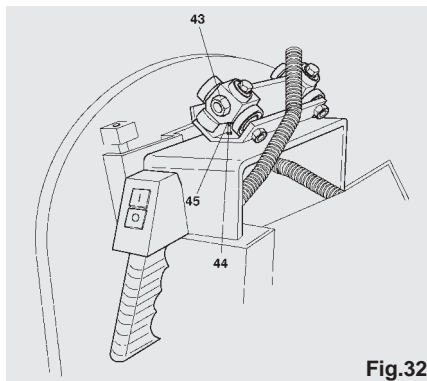

Fig.32
El juego del carro en el deslizamiento sobre las guías se quita durante la prueba. En caso de que, por motivos de transporte o por efecto del uso surgieran unos juegos, efectuar la eliminación de los mismos como se indica a continuación (ver fig. 32): aflojar la tuerca (43) con la llave suministrada junto con la máquina y efectuar el ajuste actuando sobre el tornillo (44) después de aflojar la contratuerca (45).